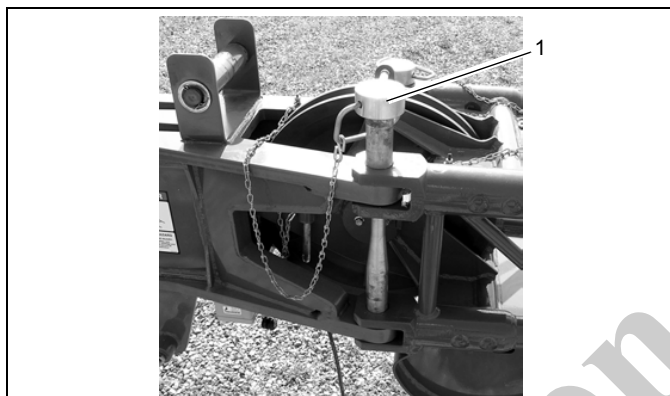

FIGURA 4-35
6. Remova o pino (1, Figura 4-35) da lança articulada. Instale o pino na seção mais fina e fixe com o pino com grampo.